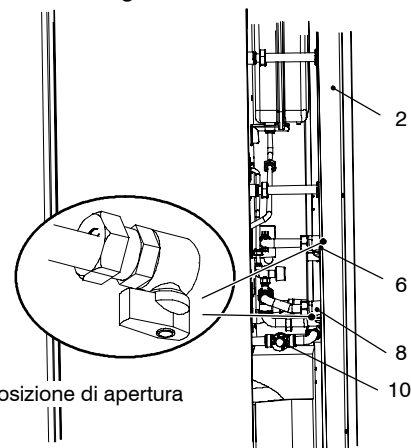

fig. 6.1
- 1 Aprire la porta di accesso 2 in fig. 6.1 per le valvole di intercettazione impianto.
- 2 Aprire il rubinetto del contatore gas e quello della caldaia 6 in fig. 6.1
- 5 Aprire il rubinetto 8 in fig. 6.1